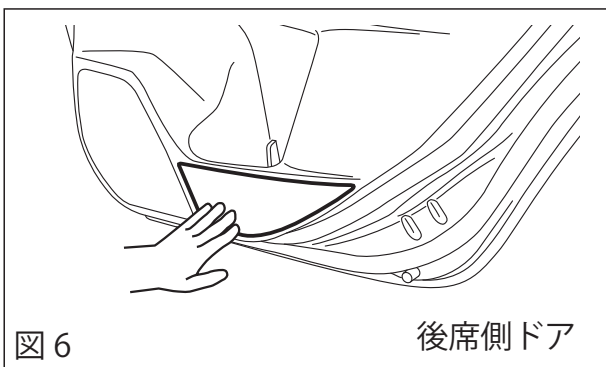

図 6
- (4) 前席左側ドア、後席ドアも同様の手順で取り付け作業を行います。(図6)
- (5) 以上で取り付け作業は完了です。